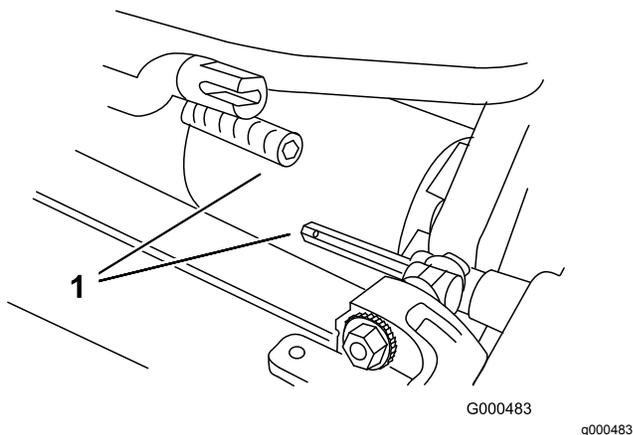

Рисунок 6
3. Задвиньте режущий блок под тяговый блок и влево, чтобы ввести в зацепление муфту трансмиссии (Рисунок 6).